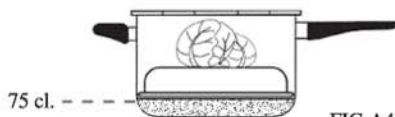

FIG.A4
4. Para cocinar alimentos al vapor debe utilizarse al menos 750 mililitros (3/4 de litro) de agua. Colocando el alimento sobre la rejilla vaporera opcional. (FIG. A4)